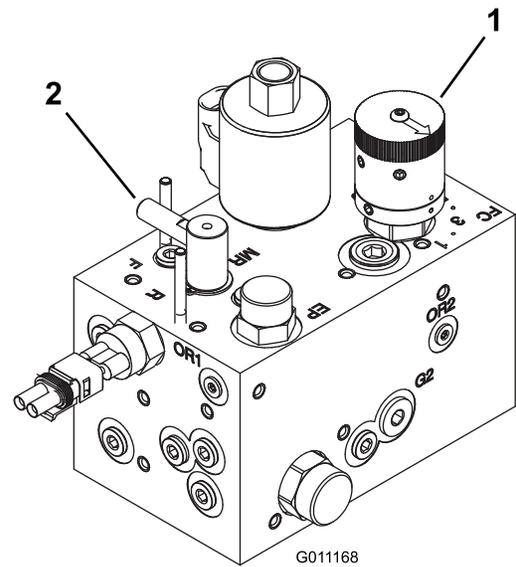

图 78
3. 将倒磨控制装置旋转至倒磨位置R。将滚刀速度控制装置旋转至位置 1 图 78。